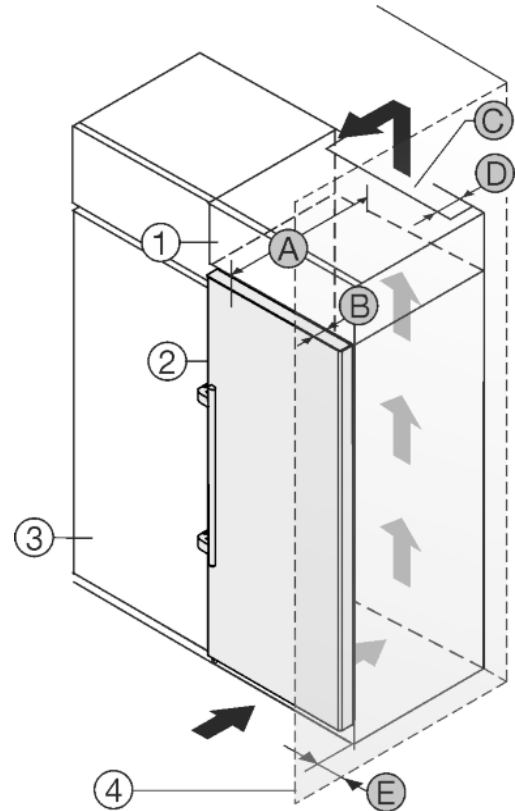

Fig. 28
Das Gerät kann mit Küchenschränken umbaut werden. Um das Gerät Fig. 28 (2) der Küchenzeilenhöhe anzugleichen, kann über dem Gerät ein Aufsatzschrank Fig. 28 (1) angebracht werden.
Das Gerät kann direkt neben dem Küchenschrank Fig. 28 (3) aufgestellt werden. Um die Türe vollständig öffnen zu können, muss das Gerät um die Tiefe Fig. 28 (B) gegenüber der Küchenschrankfront vorstehen. Abhängig von der Tiefe der Küchenschränke und Verwendung von Wandabstandshaltern kann das Gerät weiter herausragen.
- An der Rückseite des Aufsatzschrankes muss ein Abluftschacht mit der Tiefe *Fig. 28 (D)* über die gesamte Aufsatzschrankbreite vorhanden sein.
- Unter der Raumdecke muss der Entlüftungsquerschnitt *Fig. 28 (C)* eingehalten werden.
Wenn das Gerät mit den Scharnieren neben einer Wand *Fig. 28 (4)* aufgestellt wird, muss der Abstand *Fig. 28 (E)* zwischen Gerät und Wand eingehalten werden. Dies entspricht dem Griffüberstand bei geöffneter Tür.